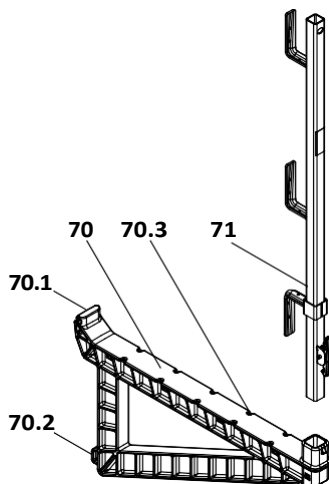

Fig. B4.00
Платформата за бетониране се закрепва на кофража DUO посредством сонзолите DUO 70. (Fig. B4.00 + B4.01)
1. Вкарайте стойката PP (71) в конзолата 70 (70). (Fig. B4.00)